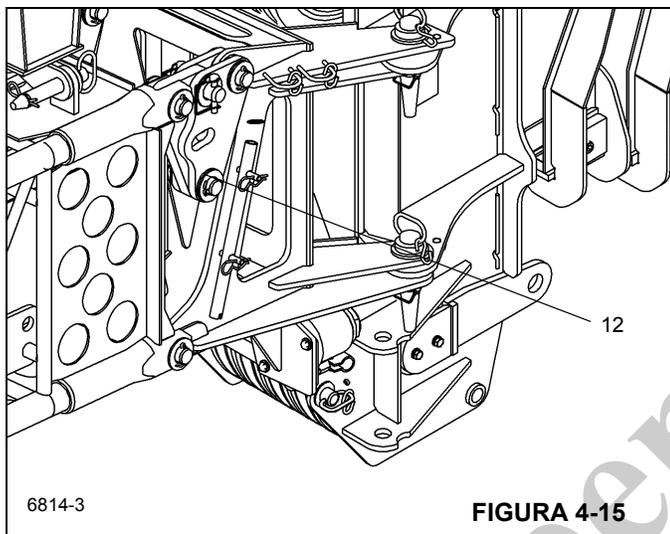

FIGURA 4-15
- b. Remova o contrapino, as duas arruelas e o pino de deslocamento (12). Figura 4-15.
- b. Instale o pino de deslocamento, as duas arruelas e o contrapino (12). Figura 4-15.